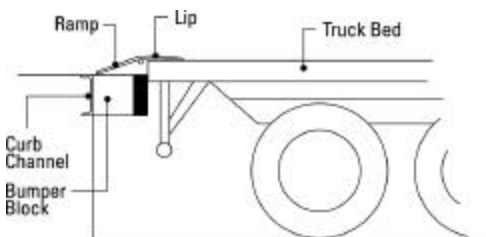

Fig. 29
- El tipo instalado al borde del andén, que va en la orilla de la plataforma de carga (Fig. 29).